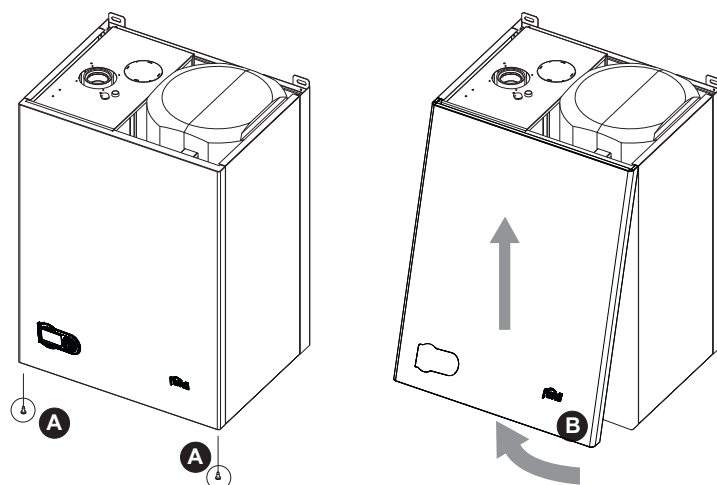

fig. 28 - Deschiderea carcasei
1. Deșurubați șuruburile A (vezi fig. 28).
2. Rotiți carcasa (vezi fig. 28).